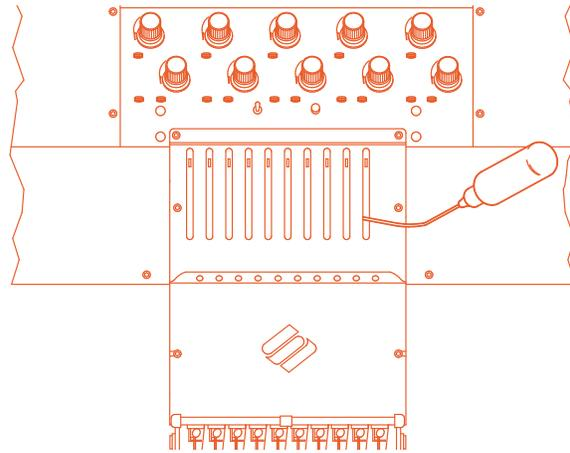

Figura 5-2
1. Para lubricar el área superior, coloque el tubo de la aceitera en la ranura y aplique una o dos gotas de aceite en cada barra de aguja en el lugar indicado en la figura 5-2. Repita el procedimiento para los doce cabezales de costura.